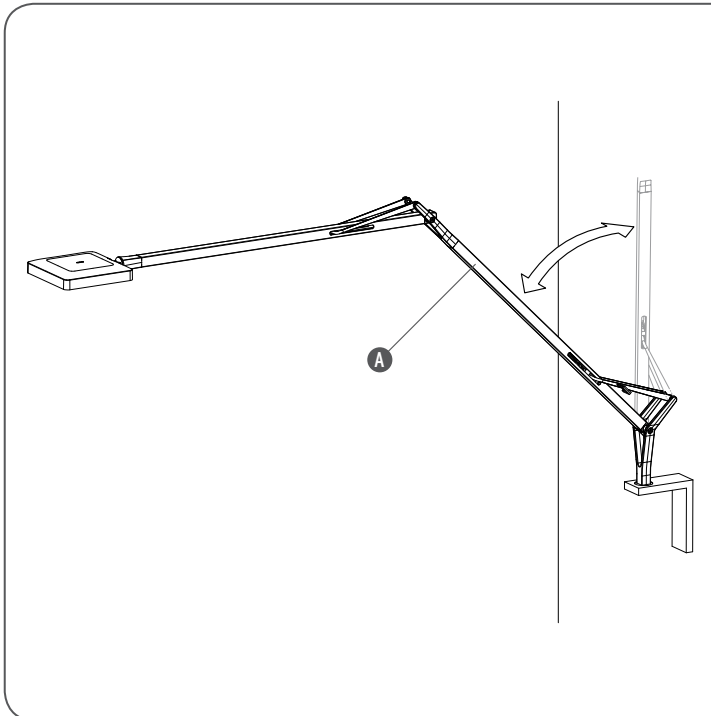

Fig. 1
<IT> Fig.1 L'applicazione del blocco di fine corsa è opzionale ed è da effettuarsi qualora si voglia limitare il movimento del braccio (A) dell'apparecchio all'angolo mostrato in figura per evitare che l'apparecchio possa urtare accidentalmente la parete durante la movimentazione.
<DE> Abb.1 Das Anbringen des Endanschlags ist fakultativ und durchzuführen, wenn man die Bewegung des Leuchtenarms (A) auf den in der Abbildung gezeigten Winkel begrenzen will, um zu vermeiden, dass die Leuchte während der Bewegung unabsichtlich gegen die Wand stößt.
<FR> Fig.1 Le blocage de fin de course est optionnel et doit être installé si l'on souhaite limiter le mouvement du bras (A) de l'appareil au niveau de l'angle indiqué sur le schéma, afin d'éviter que l'appareil ne vienne buter sur le mur pendant qu'on le manipule.
<PT> Fig.1 A aplicação do bloqueio fim de percurso é opcional e deve ser realizada sempre que se pretenda limitar o movimento do braço (A) do aparelho ao ângulo ilustrado na figura, para evitar que o aparelho possa bater acidentalmente na parede durante a movimentação.
<RUS> Рис.1 Применение механизма ограничения хода не обязательно и должно быть в случае, если Вы хотите ограничить ход плеча (A) устройства на угол, показанный на рисунке, во избежание случайных ударов устройства о стену во время движения.
<J> 図.1 リミットスイッチブロックアプリケーションはオプションであり、図で示されているように、動いている最中の器具が不意に壁にぶつかることを避けるために角度のついた器具のアーム(A)の動きに制限を与えたい時に使用します。
<RUS> Рис.1 Согнуть плечо (A) устройства на 45° по отношению к вертикальной плоскости и вставить ограничитель с защелкой (B) в прорезь (C) плеча, как указано на рисунке.